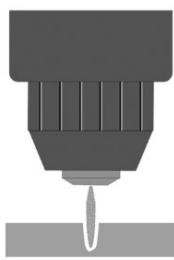

Fig. 10
3. Chalumeau trop haut. Inclinaison excessive, alors que le jet de plasma peut ne pas couper le matériau de part en part (fig. 10).